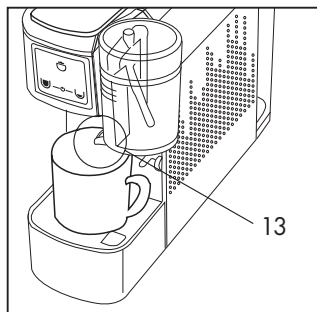

Fig. 21
- Fermer le support (11) et placer la tasse directement sur la grille.
Contrôler que la trémie du verre à lait (13) est orientée dans la tasse. **(Fig. 21)**